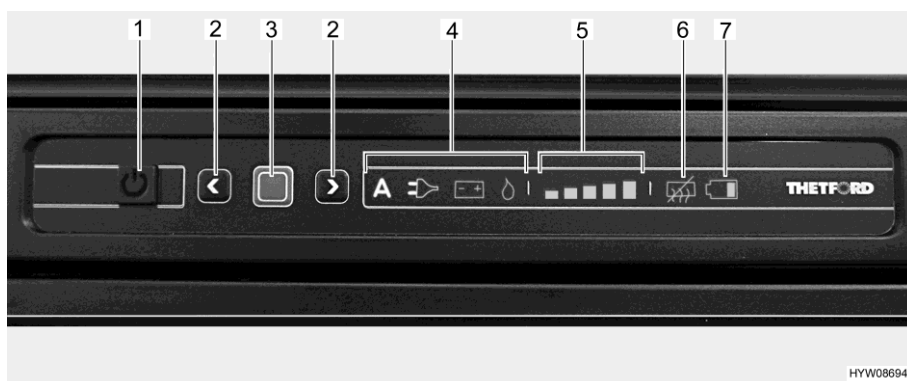

Fig. 143 Cuadro de mando de LED (frigorífico Thetford)
- Presionar la tecla On/Off (Fig. 143,1) por 1 segundo. La tecla se ilumina de color verde. Después de aprox. 10 segundos, la visualización se atenuará automáticamente por razones de ahorro de energía.
- Pulsar la tecla de confirmación (Fig. 143,3). Se visualizará el modo de funcionamiento seleccionado más recientemente.
- Pulsar la tecla de confirmación (Fig. 143,3) por aprox. 2 segundos. Los símbolos de modo de funcionamiento parpadean.
- Selección manual de energía: seleccionar la fuente de energía deseada usando las teclas de flecha (Fig. 143,2).
- Selección automática de energía (sólo en la versión con selección automática de energía): seleccionar el modo de funcionamiento "A" usando las teclas de flecha (Fig. 143,2).
- Confirmar la selección con la tecla de confirmación (Fig. 143,3).
- Pulsar de nuevo la tecla de confirmación (Fig. 143,3). El indicador de nivel de refrigeración (Fig. 143,5) parpadea.
- Para cambiar el ajuste, pulsar las teclas de flecha (Fig. 143,2) hasta que se visualice el ajuste deseado.
- Pulsar la tecla On/Off (Fig. 143,1) por aprox. 2 segundos. Todas las lámparas se apagan. El frigorífico está desconectado.
Una vez conectado, el frigorífico automáticamente seleccionará el ajuste del termostato seleccionado más recientemente. Este reajuste puede modificarse manualmente con las teclas de flecha (Fig. 143,2). Pasan algunas horas hasta que el frigorífico alcanza la temperatura de servicio normal. Al cambiar a otro modo de funcionamiento, se conservará el ajuste del termostato.